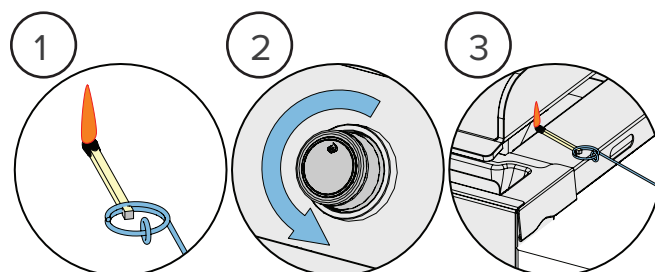

Fig. 2
3. Samtidig som du vrir den tilhørende brennerknappen til høy stilling. (Fig. 2)